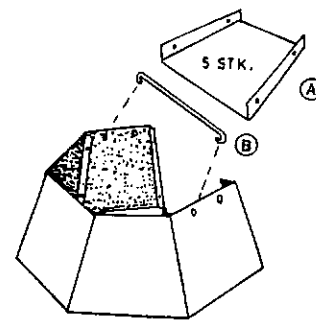

Fig. 5 Montering varmeskjold
6. Varmeskjoldet for røykklokken (fig. 5) består av 5 stk. stålplater (A) som settes sammen med skruer (8 stk. skruer M6x10 mm m/muttere). I to av platene er det hull i øvre del hvor støttestaget (B) hukes i innpå. (Hullene er plassert litt til side for midten av platene og støttestaget må monteres som vist på fig.)